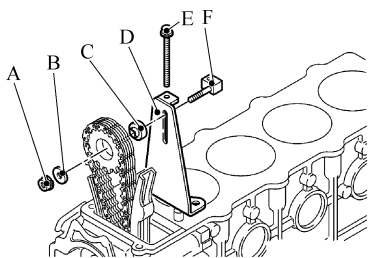

图 4-28 安装固定组件
1) 使用凸轮轴链轮固定器组件支撑凸轮轴链轮,如图 4-28 所示。